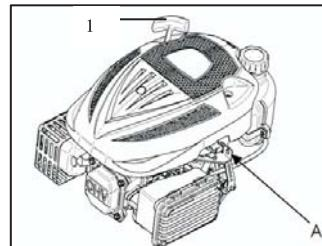

Fig.3 A. Kabelgat
**VOORZICHTIG:** De elektronische ontstekingsduur mag niet langer zijn dan 10 seconden. Als dit wel het geval is, zal het de levensduur van de accu nadelig beïnvloeden. Er bestaat een brandrisico. Laat de startgreep (1) niet terug schieten tegen de motor. Laat de startgreep voorzichtig terugkeren naar zijn oorspronkelijke positie om schade aan de starter te voorkomen. (Fig.3)